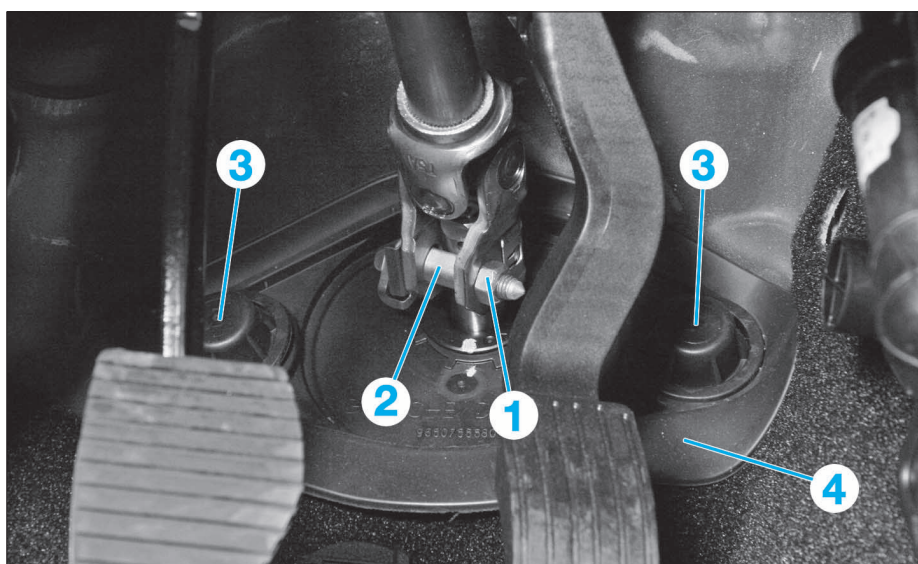
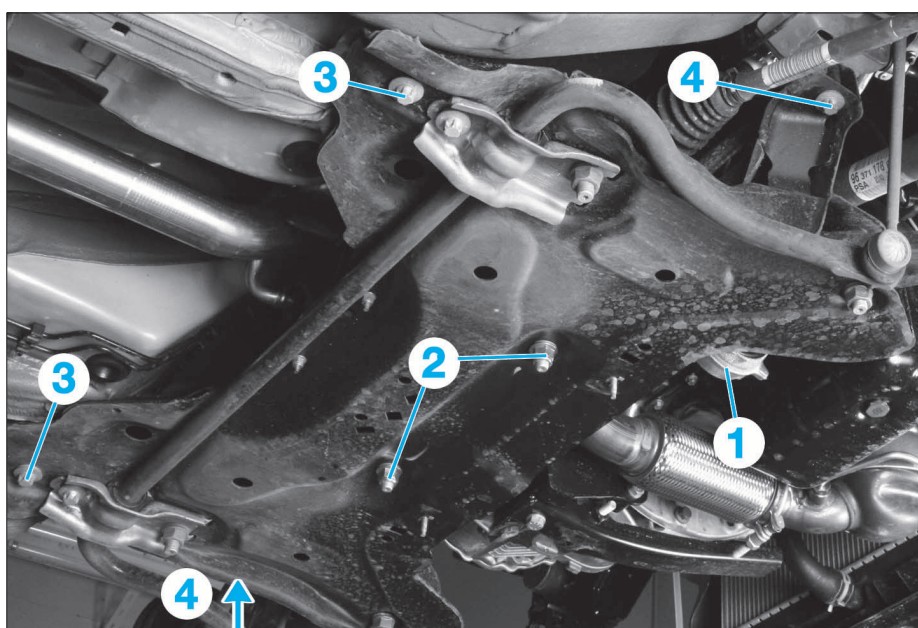
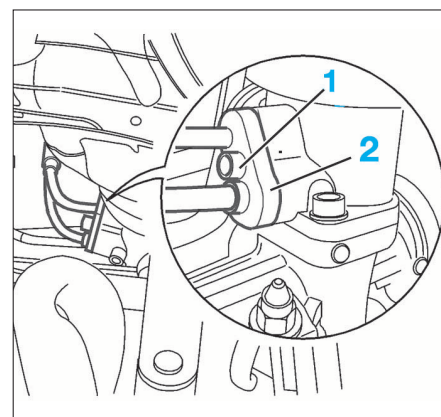

FIG. 12
FIG. 13
FIG. 14
- Déposer l'écrou (1) puis dégager la vis (2) du clip de sécurité (Fig.12).
- Déposer les caches et les écrous (3).
- Déposer le joint de tablier (4).
- la biellette antibasculement (1) (Fig.13)
- les écrous (2) de fixation du boîtier de direction sur le berceau.
- Déposer les vis (3) et (4) de fixation du berceau et le descendre progressivement de 60 mm environ.
- Déposer la vis (1) (Fig.14).
- À l'aide d'un tournevis, écarter la bride (2) de la valve.
- Déposer les vis (3) et (4) de fixation du berceau et le descendre progressivement de 30 mm environ (Fig.13).